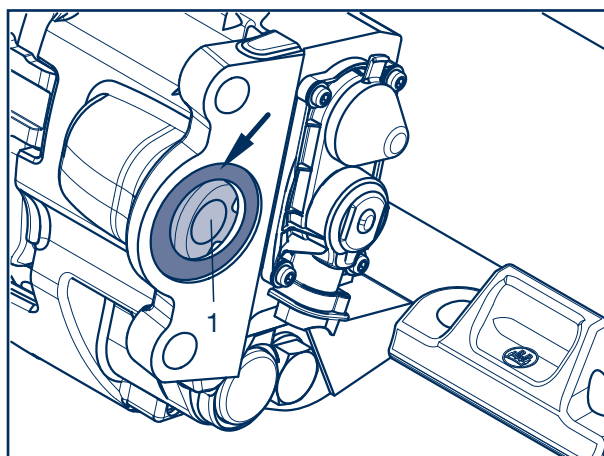

Fig. 2
- [4] Die Dichtfläche (Fig. 2/Pfeil) muss frei von Schmutz und Korrosion sein. Vor dem Einsetzen des neuen Bremszylinders die Kalotte im Hebel (1) und die Dichtfläche mit **Renolit HLT2** fetten.
- [4] The seal surface (Fig. 2/arrow) must be free from dirt and corrosion. Before inserting the new brake cylinder, grease the cup in the lever (1) and the sealing surface with **Renolit HLT2**.
- [4] La surface d'étanchéité (fig. 2/flèche) doit être exempte de salissure et de corrosion. Avant l'insertion du nouveau cylindre de frein, graisser la calotte du levier (1) et la surface d'étanchéité à l'aide de **Renolit HLT2**.